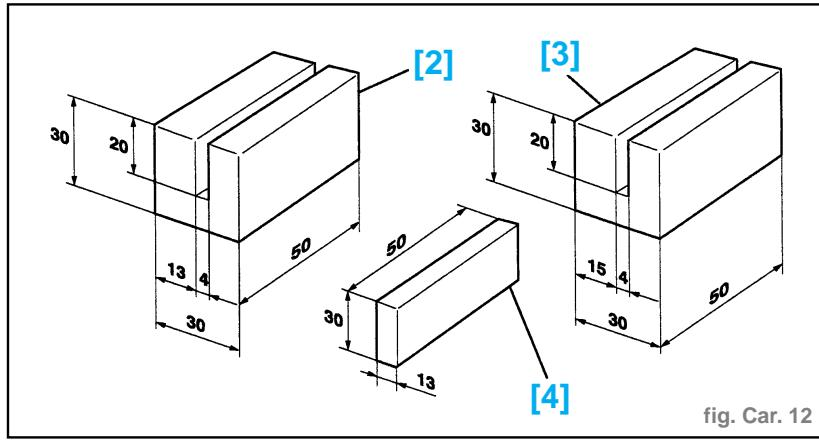

fig. Car. 12
- Effectuer 2 cales [2], [3] et [4] suivant croquis (fig. Car. 12).
- (1) charnon fixe
- (2) charnon mobile
- (3) vis
- (4) axe
- (5) pion de centrage
- Fabriquer 1 cale [2], [3] et 2 cales [4] (fig. Car. 12).